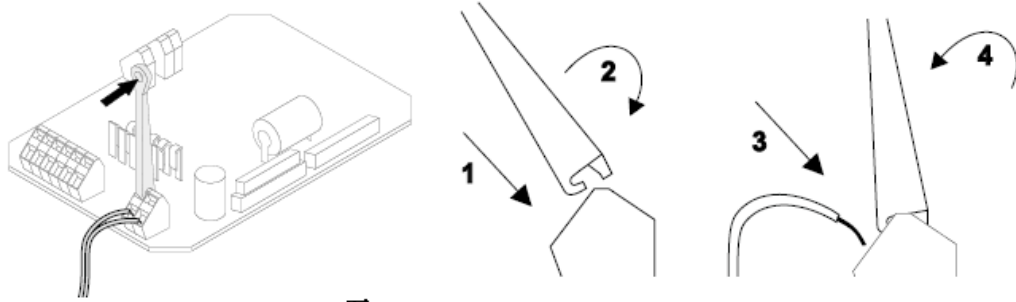

图 6
-用专用工具电路板的接线端子打开（图 6：1+2）
- 把电源线插入打开的接线端子(图 6： 3)
- 放开专用工具，接线端子闭合并自动把电源线夹紧（图 6： 4）